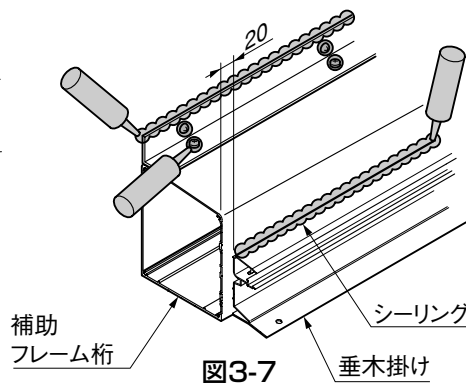

図3-7
- 垂木掛けよりも補助フレーム桁が左右20mmずつ出る位置で固定してください。(図3-7参照)
- 指定の箇所必ずシーリングしてください。(図3-7参照)